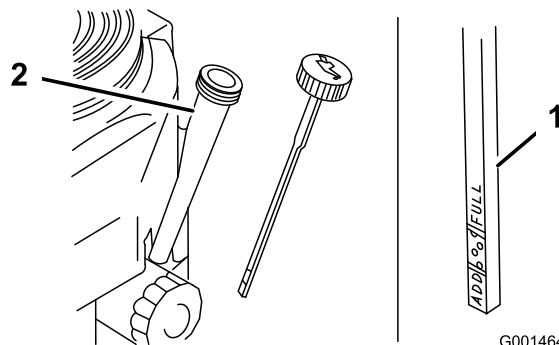

Figura 16
3. Pulite attorno all'asta di livello (Figura 16).
4. Estraete l'asta di livello e pulitene l'estremità (Figura 16).
5. Inserite totalmente l'asta nel tubo dell'asta senza infilarla nel collo del bocchettone (Figura 16).
6. Estraete l'asta e controllate l'estremità. Il livello dell'olio deve essere tra la tacca Add e quella di pieno (Full) (Figura 16).